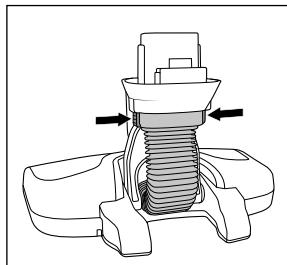

Bild 17
- ◆ Tryck ihop de båda upplåsningsknapparna ⑬ på slangstycket och dra av det (se bild 17).